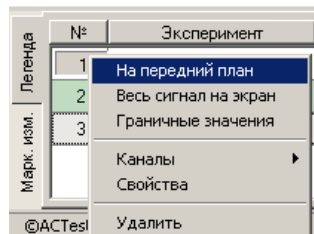

Рисунок 26
2.3. Настроить свойства отображения графиков, используя меню, вызываемое нажатием кнопки с номером графика (см. Рисунок 26).